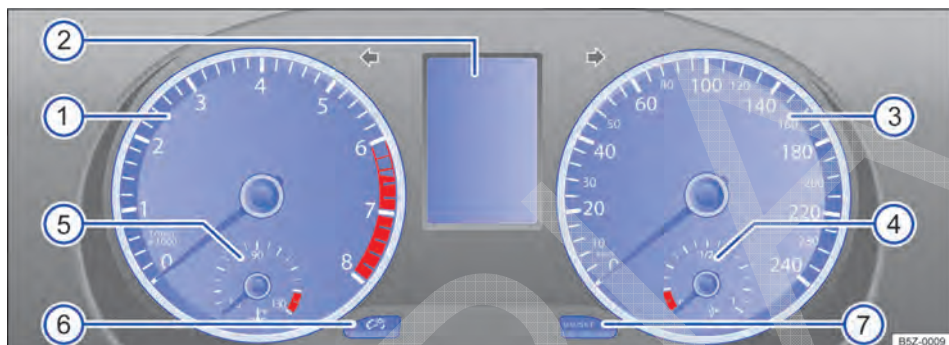

Fig. 32 Instrumento combinado no painel de instrumentos.
Significado dos instrumentos → Fig. 32:
- ② **Indicadores do display** → Página 40.
- ③ **Velocímetro** (medidor de velocidade).
- ④ **Indicador do nível de combustível** → Página 46.
- ⑤ **Indicador de temperatura do líquido de arrefecimento do motor** → Página 46.
- ⑥ **Botão para regulagem da iluminação do painel de instrumentos** → Página 85.
- ⑦ **Botão de ajuste do relógio** ou para trocar entre o **indicador da temperatura externa e o relógio** [0.0/SET].
- Com a ignição ligada, para ajustar o relógio, se necessário, alterar para o indicador do relógio, pressionar a chave → Fig. 38 ② para cima ou para baixo ou pressionar o botão de ajuste → Fig. 32 ⑦.